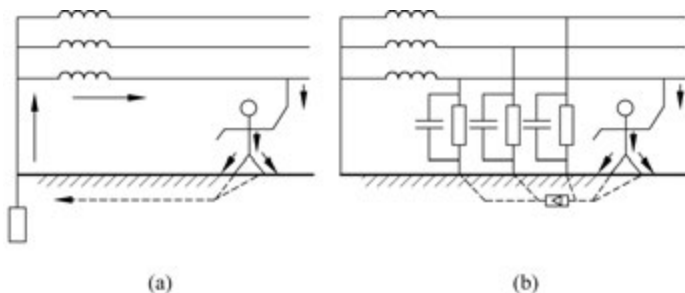

图 1-11 单相触电示意图
(1) 单相触电。当人体的某一部位触及一相带电体,并且人正站在地面上或其他接地体上时,电流通过人体流入大地,这就是单相触电,如图 1-11 所示。人体在单相触电情况下受到的电压称为相电压($220\ \text{V}$),此时通过人体的电流可以达到 $200\sim 300\ \text{mA}$,这是一个非常危险的电流值。